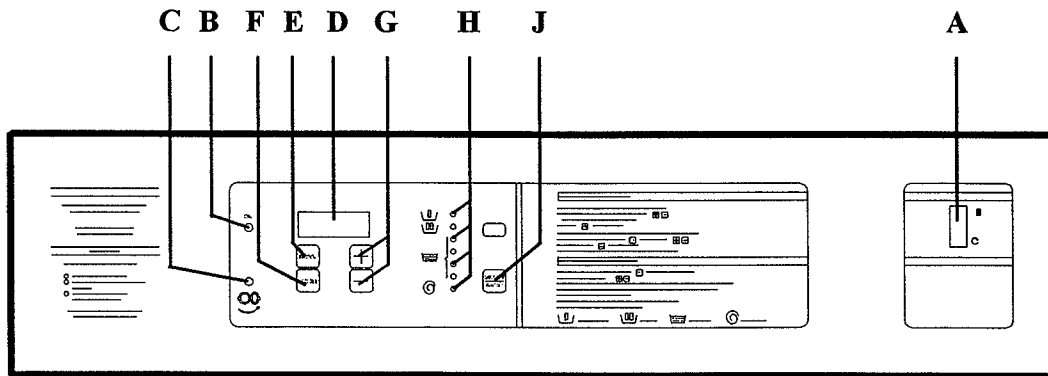

fig. 6
2.2. CONTROL DEVICES (fig. 6)
2.2. DISPOSITIVOS DE CONTROL Y MANDO (fig. 6)
2.2. DISPOSITIFS DE CONTRÔLE ET COMMANDE (fig. 6)